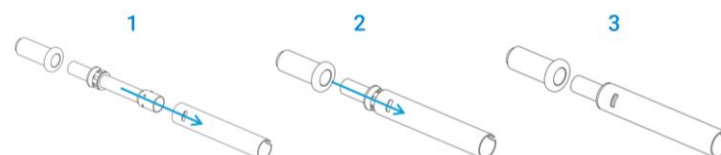

Figura 12. Ilustración que muestra el montaje del conjunto de tubos exterior de cerámica.
1. Introduzca con cuidado el tubo intermedio en el tubo exterior de cerámica hasta alcanzar el adaptador polimérico. Consulte la Figura 12.